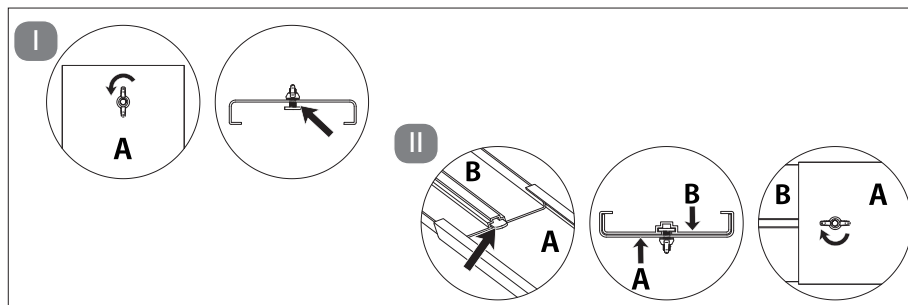

Abb. 14 – Größe des Fensterkist anpassen
- ▶ Lösen Sie die Flügelmutter soweit, dass ein Freiraum zwischen dem Teil A des Fensterkits und dem Gleiter entstehen. (**siehe Abb.14 Schritt I**).
- Stellen Sie das Fensterkit auf die gewünschte Größe ein, indem Sie das Fensterkit zusammenschieben bzw. auseinanderziehen und ziehen Sie die Flügelmutter wieder an. (**siehe Abb.14 Schritt II**).